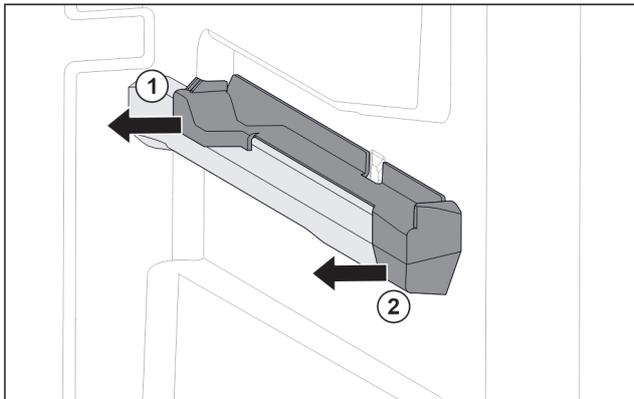

Fig. 30 Наставка върху дясното ребро на съда
- ▶ Изтеглете наставката отзад настрани. Fig. 30 (1)
- ▶ Изтеглете наставката отпред настрани. Fig. 30 (2)